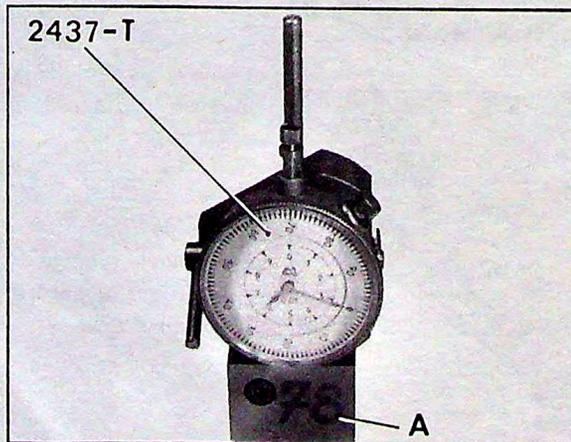

Figure 4
- d) Monter un comparateur 2437-T sur le support A. Placer le support ainsi équipé sur un marbre (voir figure 4). Amener le zéro du cadran mobile en face de la grande aiguille du comparateur. Repérer la position de l'aiguille totalisatrice.